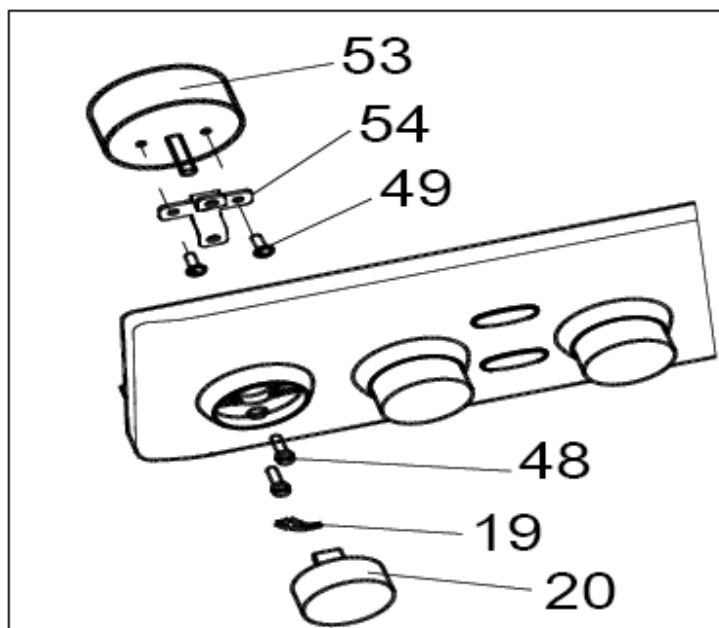

Рисунок 20 – Демонтаж таймера с панели управления
отвинтить винты (48), крепящие таймер (53) к панели управления (рис. 20)